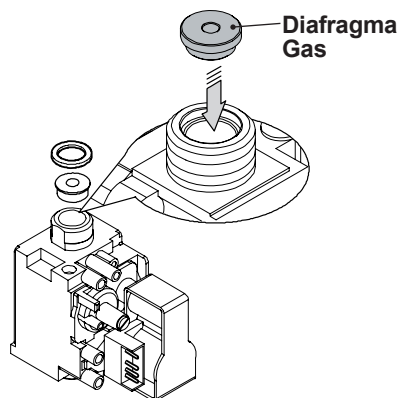

Figura 8.2
- Realice el cambio del tipo de gas sustituyendo correctamente el diafragma de gas (Figura 8.2), consultando la sección "Datos técnicos", pág. 26 (modelos Myto Condens 24) y pág. 29 (modelos Myto Condens 35).